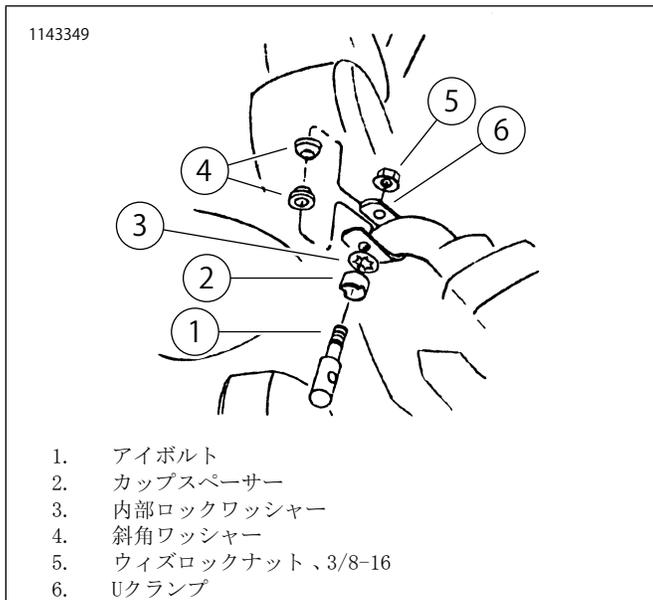

図2。「U」クランプを組み立てます
2. 図2を参照してください。「U」クランプ(6)をハンドルバーの垂直セグメントの周りに「U」クランプの開口側をおよそ前向きに配置します。